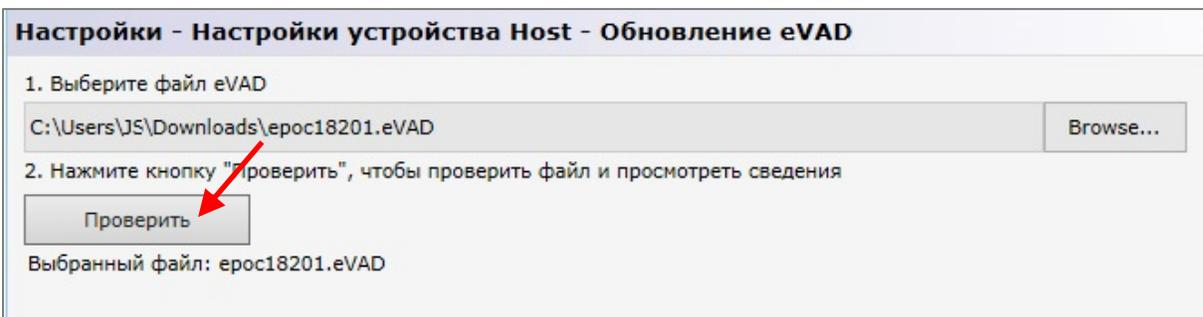
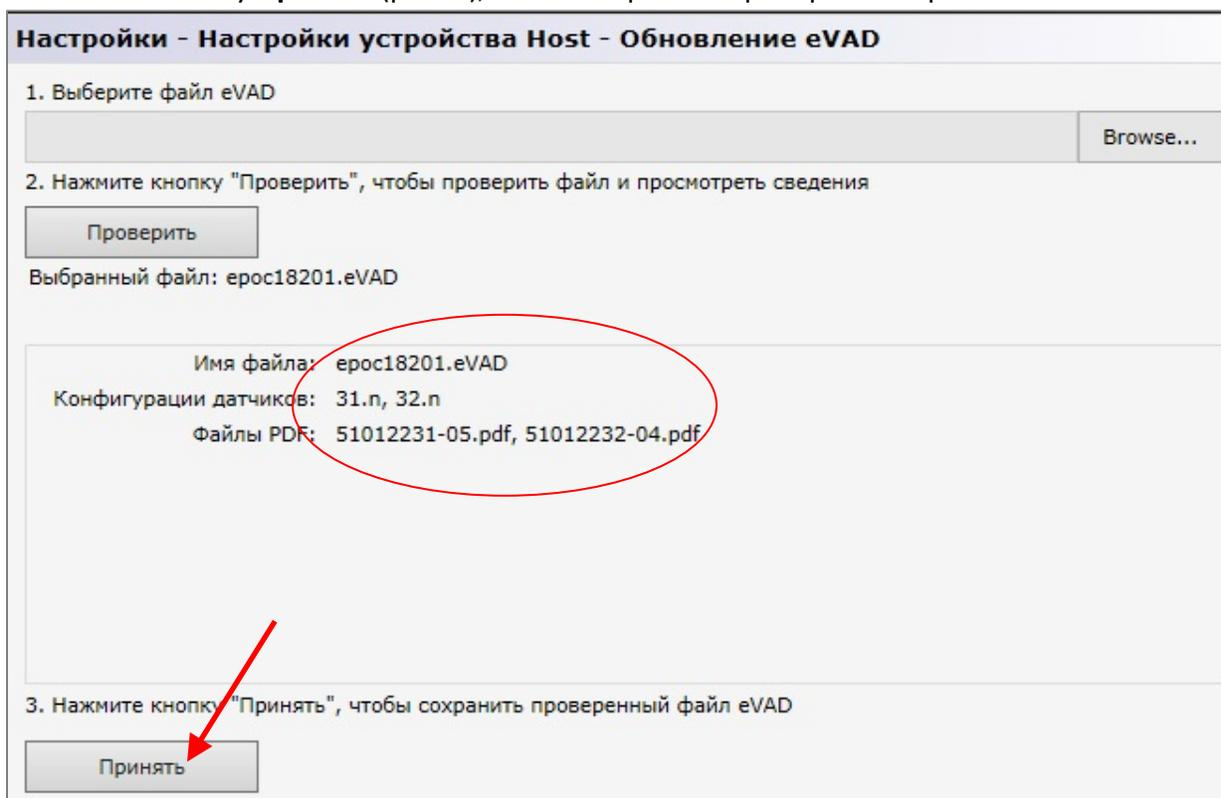

Рис. 8.
Рис. 9.
- 2) Нажмите кнопку **Проверить** (рис. 8), чтобы выполнить проверку файла eVAD и просмотреть подробные сведения (обведены окружностью на рис. 9), включая имя файла eVAD, версию конфигурации сенсоров и имя PDF-файла, связанного с используемым файлом eVAD.
3) Нажмите кнопку **Принять** (рис. 9), чтобы сохранить проверенный файл eVAD.